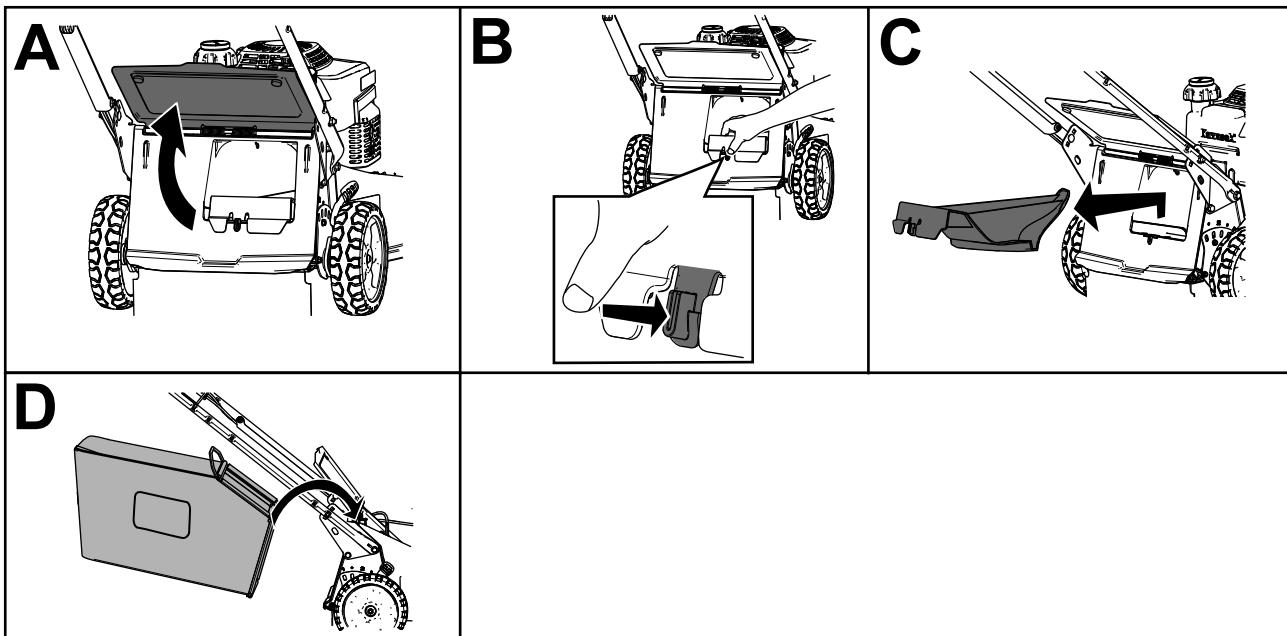

Figura 20
2. Levante y sujeté el deflector trasero (Figura 20, A).
- Retire el tapón de descarga trasera presionando el enganche hacia dentro con el dedo pulgar y extrayendo el tapón de la máquina (Figura 20, B y C).
- Inserte los extremos de la varilla de la bolsa en las muescas de la base del manillar, y mueva la bolsa hacia adelante y hacia atrás para verificar que los extremos de la varilla están asentados en el fondo de cada muesca (Figura 20, D).